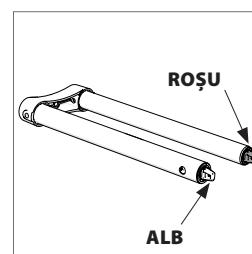

Fig. 1b
- Plăcile culisante. (**Fig. 1b**)